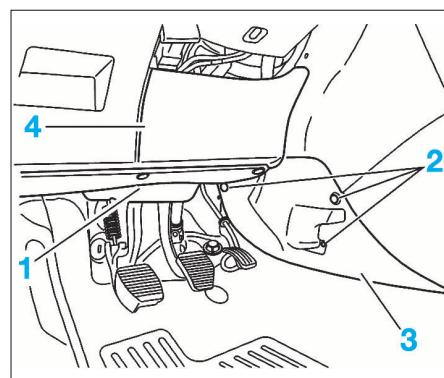
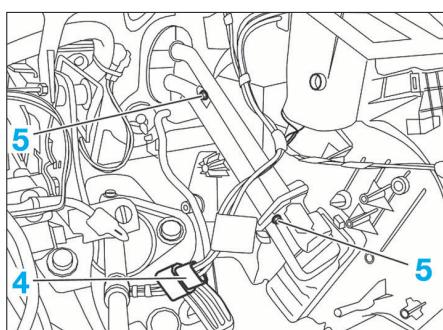

FIG. 13
FIG. 18
- Débrancher le connecteur électrique (4) (Fig.18).
- Déposer la garniture (1) sous la planche de bord (Fig.13).
- Déposer les fixations (2) puis le flasque de console (3).
- Déposer la garniture sous volant (4) en la dégraflant vers le bas.
- Déposer les vis de fixation (5) (Fig.18).